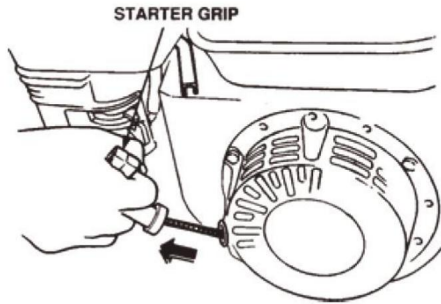

FIG.10
9.6 Sujete la empuñadura del motor de arranque (FIG. 10) y extráigala lentamente. La resistencia